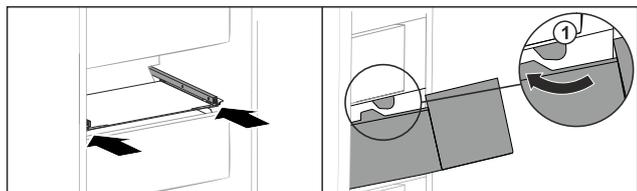

Fig. 95
- ▶ Guider le tiroir en contournant les butées Fig. 95 (1).